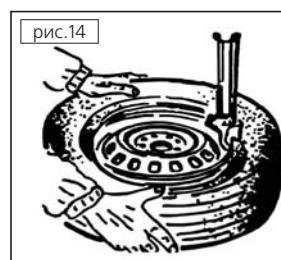

рис.14
3. Положите шину на обод, приподняв её левую сторону, затем начните вращать стол, одновременно надавливая на покрышку, чтобы нижний борт вошел за край обода (**Рис. 14**).